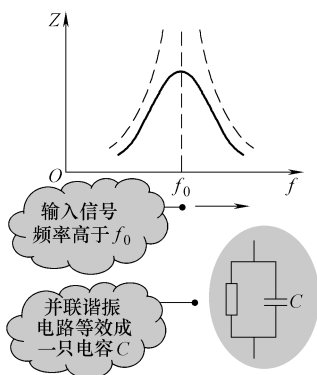

图 9-84 输入信号频率高于谐振频率时阻抗特性曲线
2) 输入信号频率高于谐振频率  $f_0$  情况分析。当输入信号频率高于谐振频率  $f_0$  后,  $LC$  谐振电路处于失谐状态, 电路的阻抗下降 (比电路谐振时的阻抗有所减小), 而且信号频率越是高于谐振频率,  $LC$  并联谐振电路的阻抗越小, 如图 9-84 所示, 并且此时  $LC$  并联电路的阻抗呈容性 (见图中), 等效成一个电容。